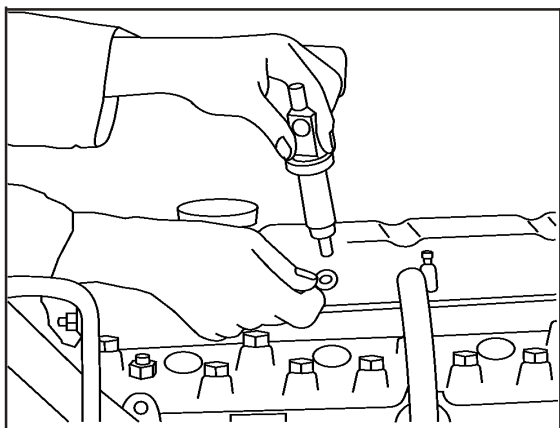

FIG 3
9. Remova os injetores e as arruelas **Fig. 3.**